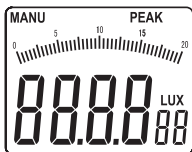

Figura 3-2
- Pressione e segure a tecla “REL/PEAK” por um segundo, o dispositivo entrará no modo de medição de valor de pico, “PEAK” aparecerá na posição superior direita da interface LCD, e ao mesmo tempo, “MENU” aparecerá na posição superior esquerda da interface LCD (como mostrado na figura 3-2).